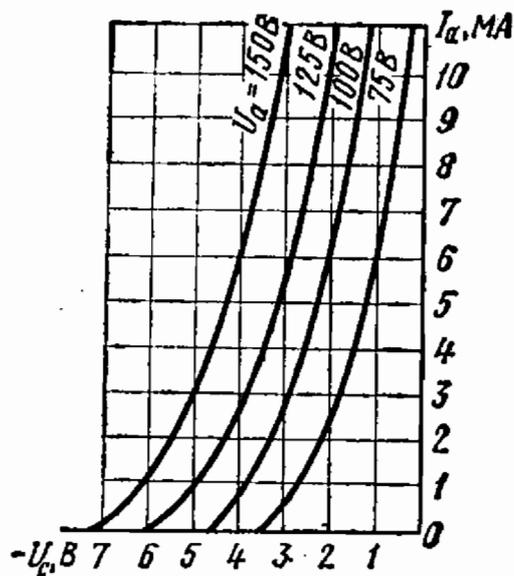

Рис. 13.9
13.9. Пользуясь анодно-сеточными характеристиками триода типа 6Н16Б, приведенными на рис. 13.9, определить величины μ , R_i и S в диапазоне значений $U_a = 100 \div 125$ В и $U_c = (-2) \div (-3)$ В.